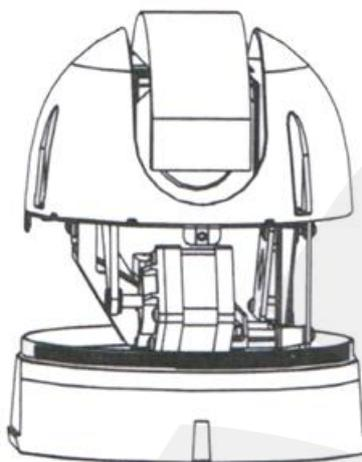

Рис. 5.1
**Шаг 1:** освободите поворотный-наклонный модуль камеры от транспортной упаковки (Рис. 5.1).